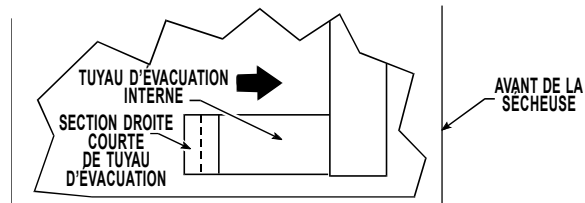

FIGURE 5
- Pousser la section droite de tuyau d'évacuation (fournie avec l'ensemble) sur le tuyau d'évacuation interne, aussi loin qu'il peut aller. Voir Figure 5.